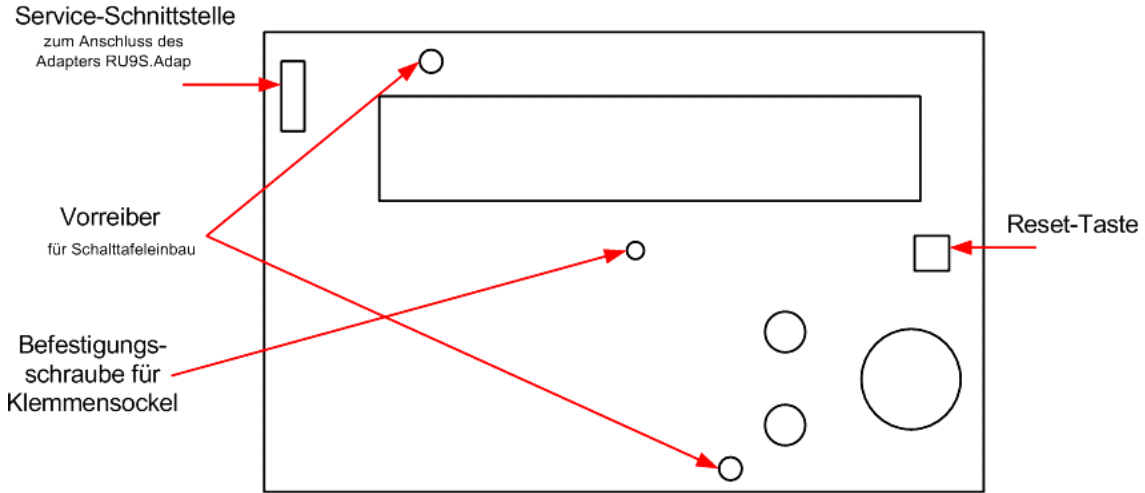

Abb. 2: Service- Ebene
9. Befestigungsschraube für Klemmensockel mit einem Kreuzschlitzschraubendreher einschrauben (siehe Abb.2).
9. Befestigungsschraube für Klemmensockel mit einem Kreuzschlitzschraubendreher einschrauben (siehe Abb. 2).
8. Befestigungsschraube für Klemmensockel mit einem Kreuzschlitzschraubendreher einschrauben (siehe Abb. 2).
4. Befestigungsschraube für Klemmensockel mit einem Kreuzschlitzschraubendreher lösen (siehe Abb. 2).